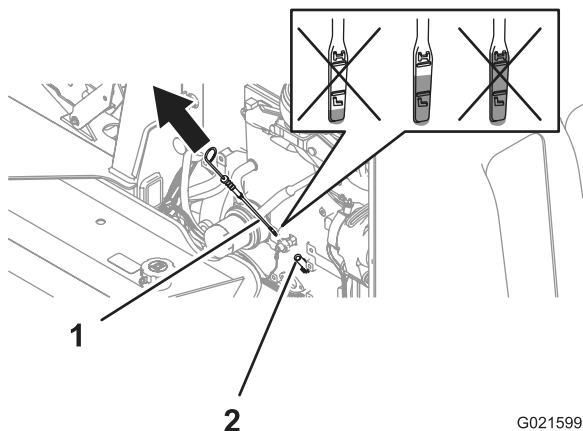

Figura 43
4. Remova a vareta de nível e limpe-a com um pano limpo (Figura 43).
5. Introduza a vareta no tubo, remova-a novamente e verifique o nível de óleo na vareta (Figura 43).